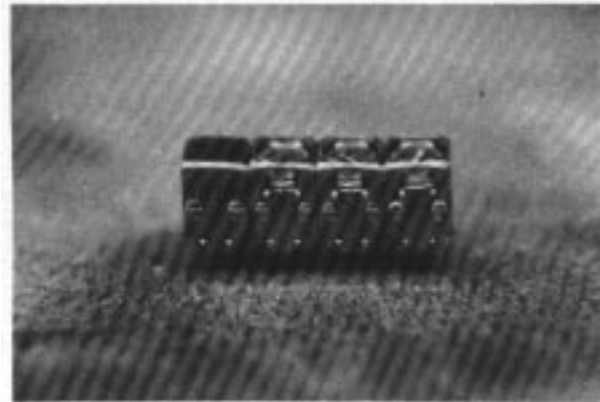

Bild 3: Tiefpaß, fg= 5 MHz (Maße: 22*6*8 mm)
Bild 2: (h=5 MHz/div, v=10 dB/div) zeigt das Spektrum eines digitalen Farbbalkengenerators. Da der Darstellungsbereich des Spektrumanalysers des Autors erst bei 10 MHz beginnt, mußte für die Bilder der Umweg über einen AM-modulierten 39,9 MHz-Oszillator gewählt werden. Die unnötig beanspruchte Bandbreite des digitalen Bildgebers ist offensichtlich. Daher ist in jedem ATV-Sender ein Tiefpaß von 5 MHz Grenzfrequenz ein absolutes Muß. Solche Tiefpässe (**Bild 3**) sind fertig erhältlich und wurden in (1) beschrieben.